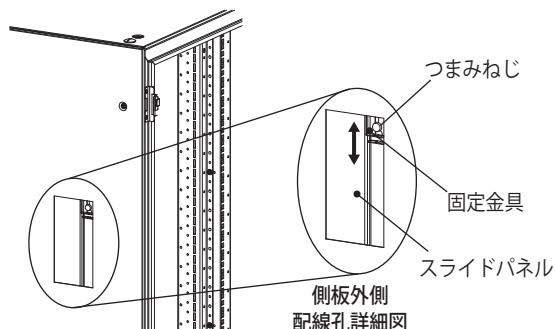

図 1 側板外側
1. 側板外側からつまみねじをゆるめ、固定金具を下にスライドしてください。(図 1)